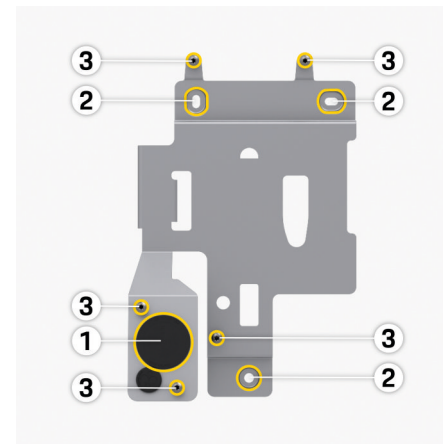

Fig. 52: Placa de montagem
- **Cabo inferior:** Encaminhe os cabos diretamente para a abertura da caixa indicada **1** ▶ (Fig. 52).
- **Cabo traseiro:** Coloque a saída do cabo da parede ao nível da fixação no lado inferior esquerdo **1** ▶ (Fig. 52).
1. Marque os furos de montagem na parede de acordo com o modelo de perfuração **2** ▶ (Fig. 52).
4. Fixe a placa de montagem com parafusos **2** ▶ (Fig. 52).
7. Puxe o cabo da infraestrutura através da entrada do cabo 1 ► (Fig. 52).
- Para instalar o cabo Ethernet, monte a entrada do cabo (KEL-DP 20/4-1) de fora para dentro da abertura preparada da caixa (orifício esquerdo inferior 1 ► (Fig. 52)) para garantir a estanqueidade.
10. Fixe a Wallbox à placa de montagem com cinco parafusos de fixação 3 ► (Fig. 52).